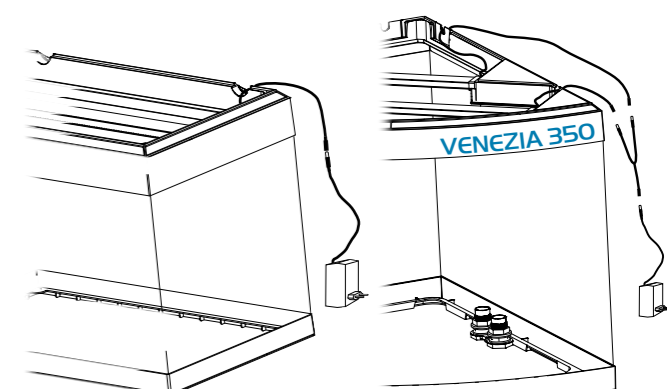

Fig. 9
2. Raccorder l'appareil d'éclairage au pilote pour DEL avec son raccord. La figure 9 (Fig. 9) montre également le raccordement, à l'aide d'un coupleur, de deux appareils d'éclairage à un seul pilote à DEL, lequel est nécessaire seulement pour l'aquarium Venezia 350.